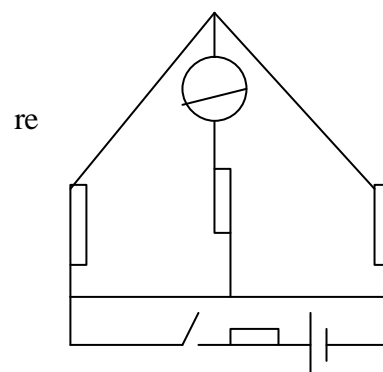

Fig. 2
a) Manteniendo constante R_1 y variando la relación R_3/R_2 , como sucede en el puente de hilo (fig 2) en el cual después de un primer tanteo, se fija R_1 de modo tal que R_3/R_2 sea aproximadamente igual a la unidad. En los puentes comerciales R_1 se varía en pasos decimales y la relación R_3/R_2 viene indicada directamente sobre el dial de variación continua.